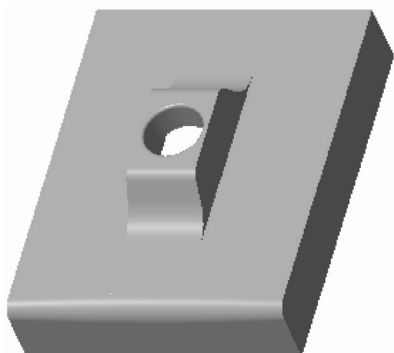

图 6-135 创建可变圆角特征
STEP 06 单击“完成”按钮, 即可创建可变圆角特征，效果如图 6-135 所示。